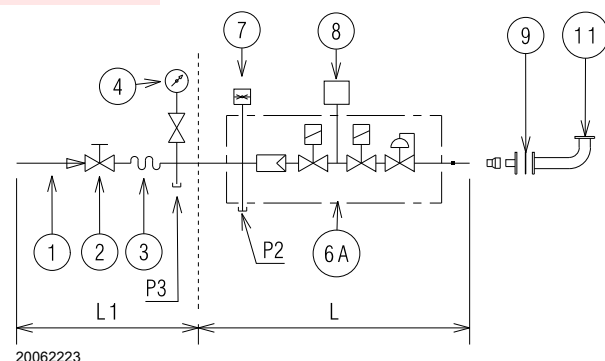
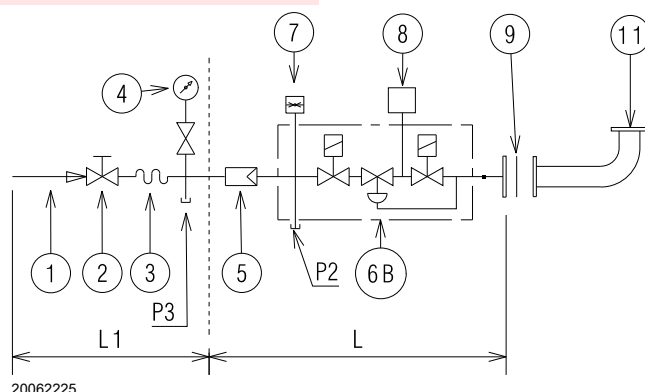
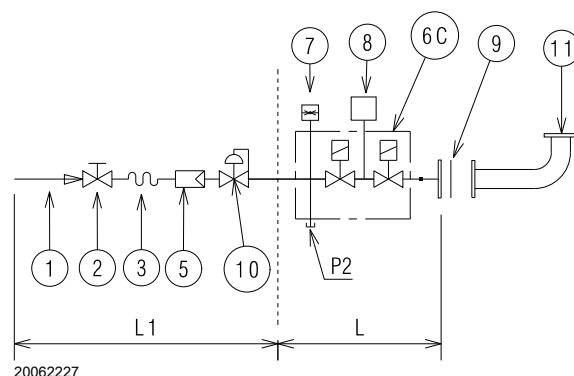
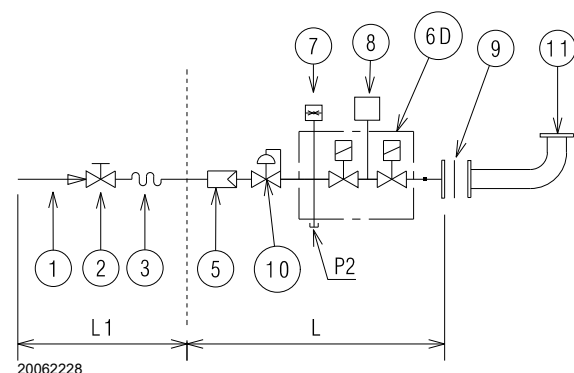

图 23
图 24
图 25
图 26
- 启动自吸功能时, 松开油泵上的螺丝 (3), 见 图 24 , 排出进油管路中的空气。
图例 (图 23- 图 24 - 图 25 - 图 26)